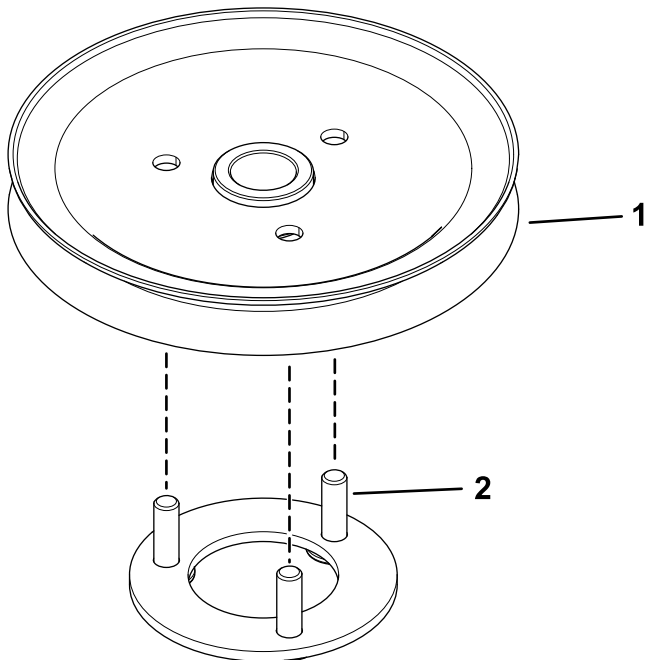

**Figura 6**
2. Remova a porca superior, anilha e roldana do eixo (Figura 6).